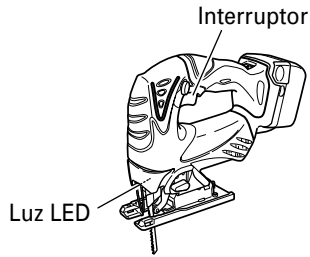

Fig. 10
(2) Interruptor de gatillo (Fig. 10)